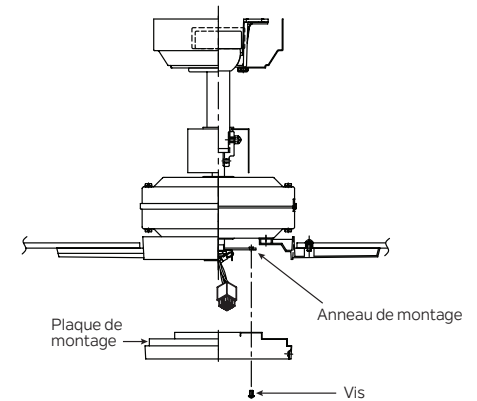

Fig. 17
**Étape 1.** Desserrer les deux vis sur l'anneau de montage attaché à l'arbre moteur et "enlever" et enregistrer la troisième vis. (Fig. 17)